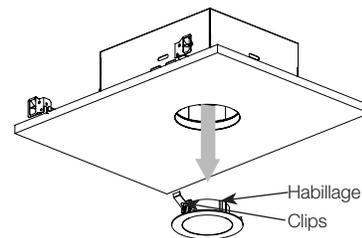

Figure 2
3. Remplacement d'un réflecteur sur le terrain (Figure 2).